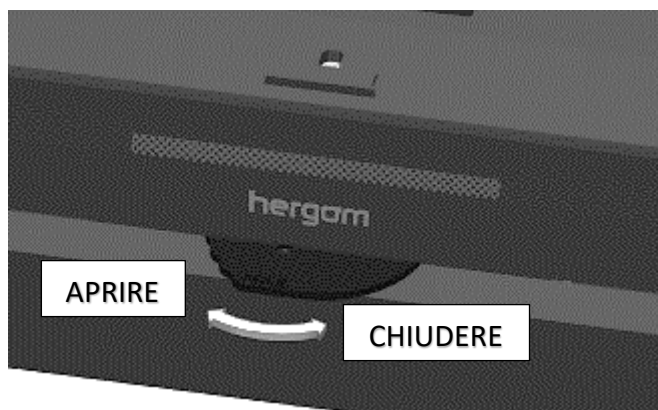

FIG. 7
- Spostando da destra a sinistra la valvola di regolazione, si consente un maggiore apporto di aria per la combustione (FIG. 7).